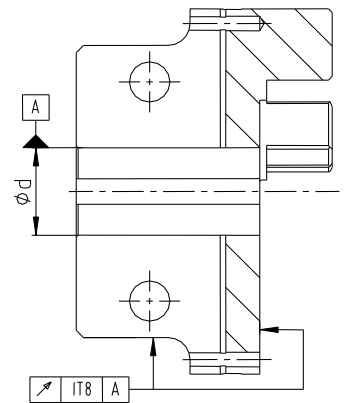

Рис. 5: Точность радиального и торцевого биения
- При изготовлении посадочного отверстия заказчиком необходимо выдержать точность по радиальному и торцевому биению (см. рис. 5).